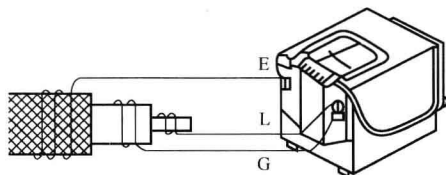

图 1-11 测电缆绝缘电阻
3) 测量电缆的缆芯对缆壳的绝缘电阻时，除将缆芯和缆壳分别接于 L 和 E 端外，还须将电缆壳芯之间的内层绝缘物接于 G 端，以消除因表面漏电而引起的误差，如图 1-11 所示。